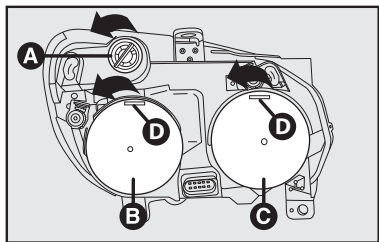

fig. 20
- 1) Remover a tampa de proteção de borracha **C-fig. 20**, puxando-a pela parte **D**;
- 1) Remover a tampa de proteção de borracha **B-fig. 20**, puxando-a pela parte **D**;
- 1) Girar o porta-lâmpada **A-fig. 20** e removê-lo.